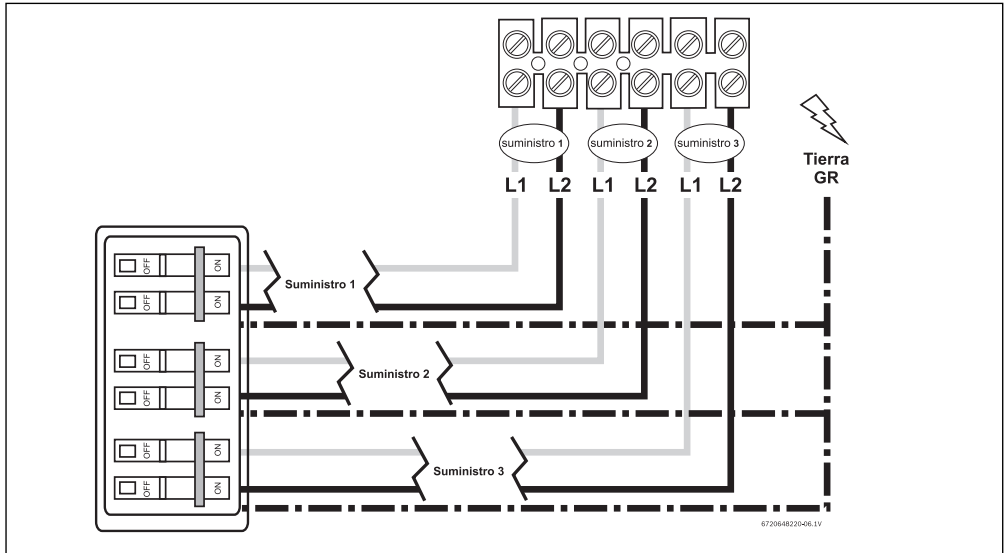

Fig. 6 WH36 conexión de la placa terminal (para EE.UU.)
- Pele el aislamiento de los cables de alimentación aproximadamente ½ pulgada. Conecte los cables con corriente a las terminales marcadas "L1" y "L2." Hay tres de cables con corriente en la WH36. (Vea la Fig. 6, page 11).